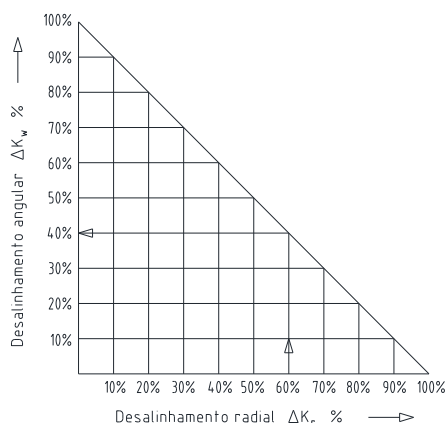

Figura 20: combinações de desalinhamentos
- Os valores de deslocamento indicados nas tabelas 6 e 7 são valores máximos que não devem estar presentes simultaneamente. No caso da presença simultânea de deslocamento radial e angular, os valores de deslocamento admissíveis devem ser utilizados só proporcionalmente (veja figura 20).